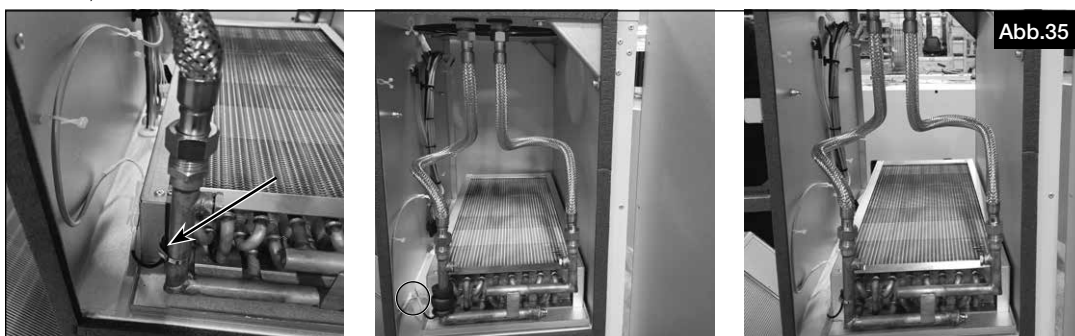

Abb.35
6. Das Temperatursensorkabel am Wasser-Rücklauf mit dem Metall-Kabelbinder befestigen und den Sensor anschließen (Abb.35). (Metall-Kabelbinder und Temperatursensor sind im Lieferumfang der Warmwasser-Nachheizung enthalten).